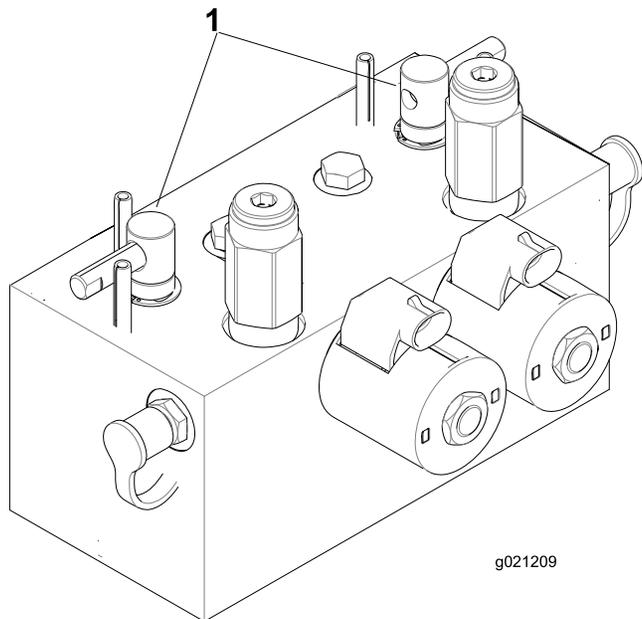

図 107
2. ラッチのロックを外してフードを開けるとバックラッププレバーが見える 図 107。